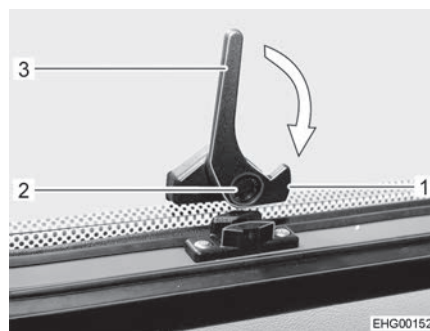

Bild 63 Verriegelungshebel, unten
- Sicherungsknopf (Bild 63,2) am unteren Verriegelungshebel (Bild 63,3) drücken und gedrückt halten.
- Unteren Verriegelungshebel (Bild 63,3) eine viertel Umdrehung zum Fensterrahmen hin drehen, bis die Verriegelungsnase (Bild 63,1) einrastet.